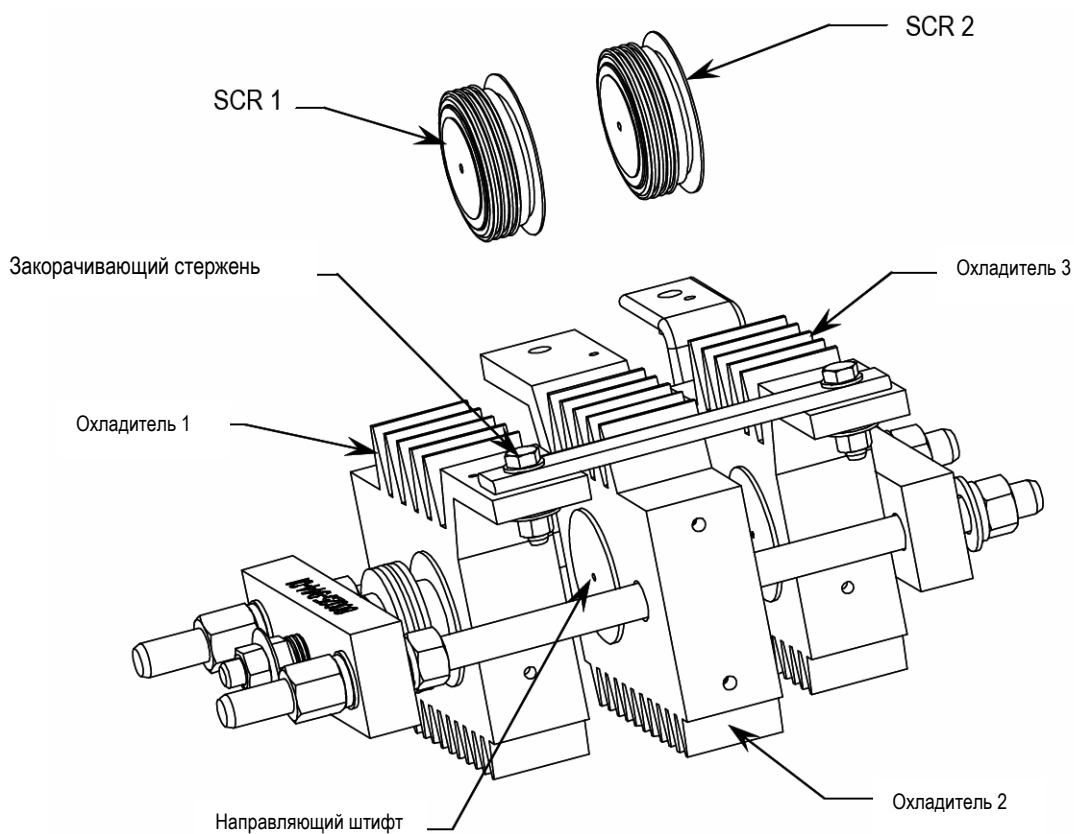

Рис. 9.7 – Удаление тиристора (от 1000 до 2400 В, 180 / 360 А)
- Положите силовой модуль на ровную поверхность (см. рис.9.7, 9.10 и 9.14). Наклоняя модуль, убедитесь, что провода не повреждены.
5. Вставьте поочередно новые тиристоры в радиаторы-охладители, начиная сверху и подталкивая охладители вниз вместе, собирая весь комплект тиристорov с охладителями в один узел. Следите за тем, чтобы тиристоры были установлены без перекосов и сориентированы в нужном направлении. См. рис. 9.7, 9.10 и 9.16.